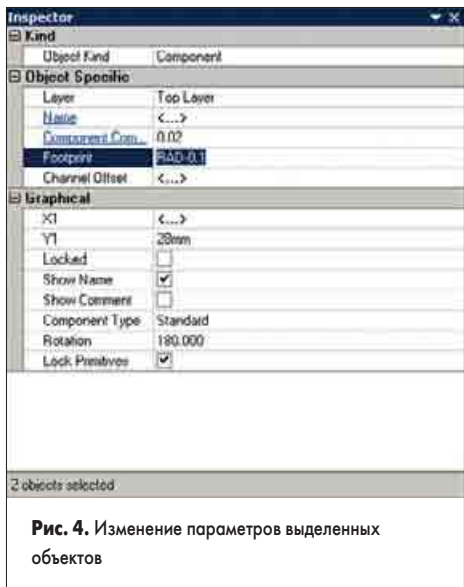

Рис. 4. Изменение параметров выделенных объектов
- Вызовем панель Inspector (рис. 4) с помощью кнопки Inspect, расположенной в нижней части экрана.